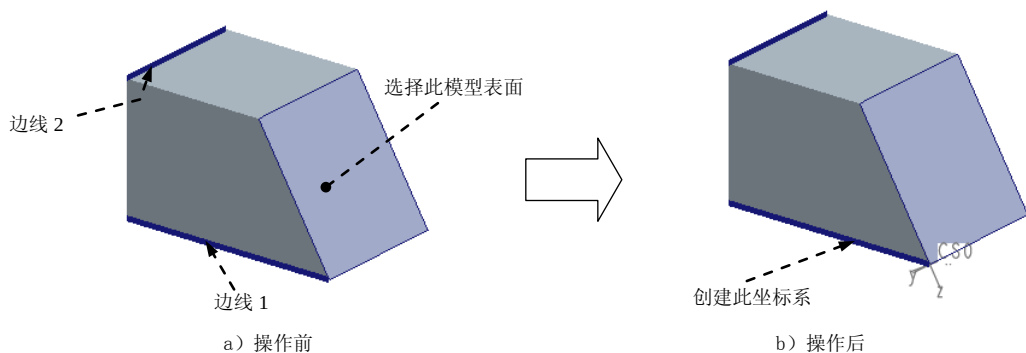

图 3.2.12 一个平面+两个轴
(2) 在 **方向** 选项卡中，单击第二个 **使用** 后的文本框，然后选取图 3.2.12 a 所示的模型边线 2，并定义其方向为 Y 轴（图 3.2.15），即产生了所需的坐标系 CSO。
(3) 在对话框中单击 **确定** 按钮。